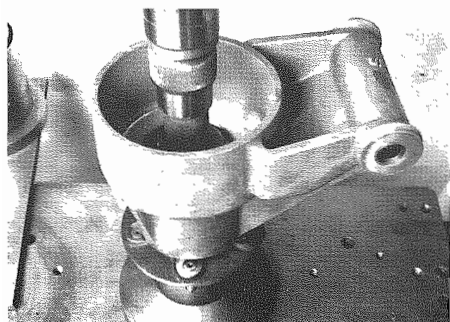

Fig. 17 - Tampone n. 7 Pad No. 7
- Montare il paragrasso con tampone n. 7 (**Fig. 17**).
- Using pad No. 7 (**Fig. 17**) assemble sealing ring.